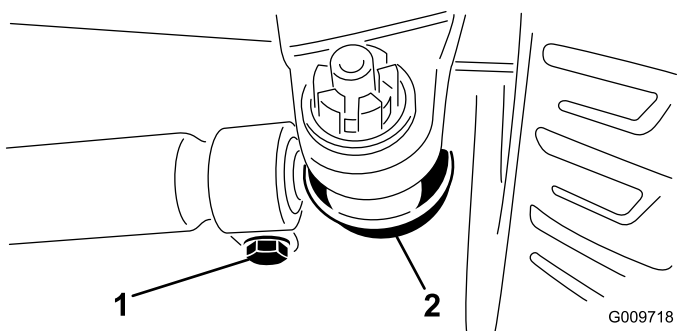

Figura 71
2. Para realizar el ajuste, retire la chaveta y la tuerca de cualquiera de las rótulas de la biela (**Figura 71**), y retire la rótula de la biela del soporte del eje.
3. Afloje las abrazaderas en ambos extremos de las bielas (Figura 71).
4. Gire la rótula desconectada una (1) revolución completa hacia dentro o hacia fuera, y apriete la abrazadera en el extremo libre de la biela.
5. Gire el conjunto completo de la biela una (1) revolución completa en el mismo sentido (hacia dentro o hacia fuera) y apriete la abrazadera del extremo conectado de la biela.